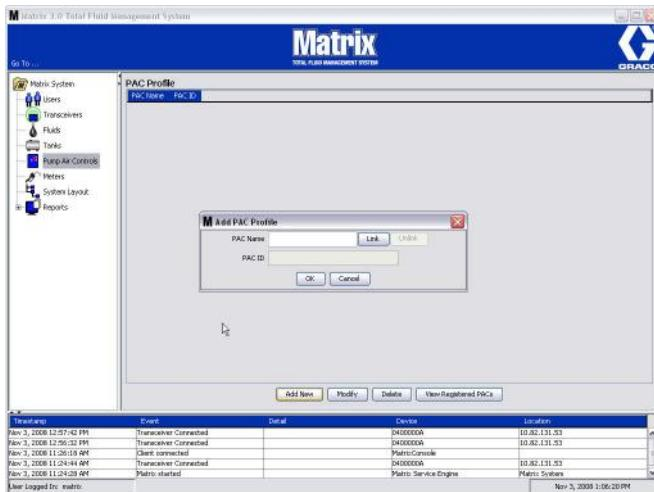

Рис. 80
- Появится окно «Add PAC Profile» [Добавить профиль регулятора пневматического насоса] (Рис. 80). В этом окне можно назвать регулятор в поле «PAC Name» [Имя регулятора]. После указания имени регулятора нажмите кнопку «OK» [OK], чтобы закрыть окно и сохранить изменения.